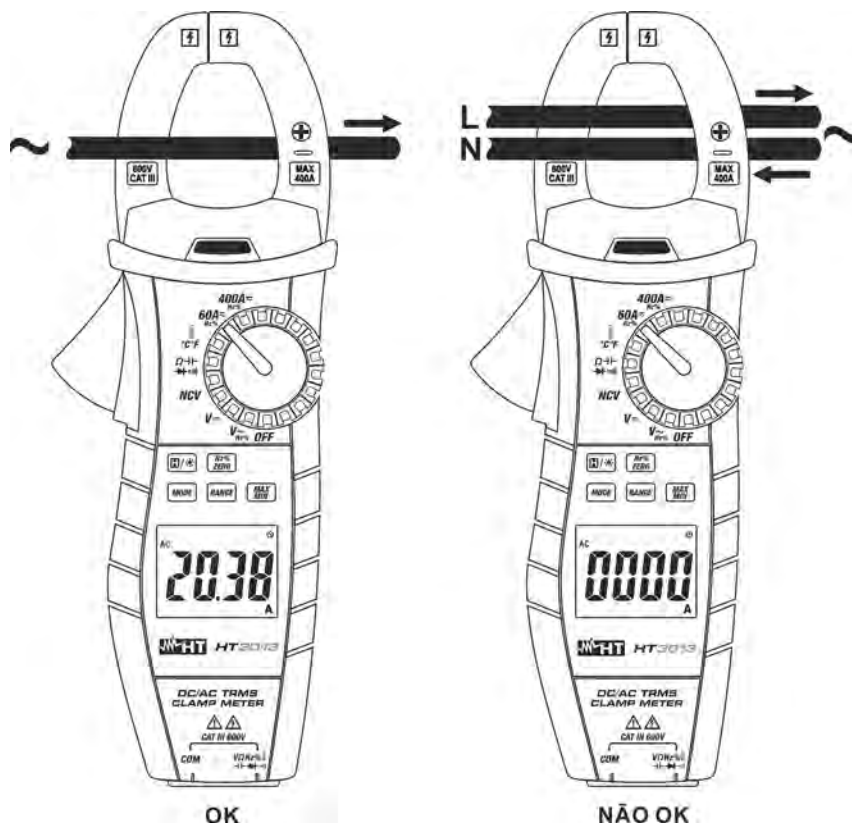

Fig. 11: Utilização da pinça na Medição de Correntes CA e CC
6. **No modo CC** a visualização do símbolo "-" indica que o instrumento está inserido no sentido contrário ao da corrente (ver Fig. 11). Siga a indicação direcional das polaridades presente no instrumento (ver Fig. 1 - parte 13)